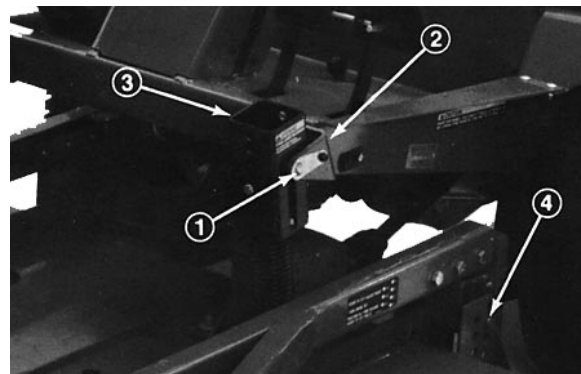

Fig. 6
2. Fjern modvægten fra traktoren, fjern låsestifterne fra beslaget, adskil spændefjedrene fra beslagene og læg dem ned på klippeenheden. Sæt låsestifterne løst på beslagene, så de ikke bliver væk (fig. 6).
3. Sænk klippeenheden, fjern de fire (4) bolte fra klippehøjdebeslagene (fig. 6).